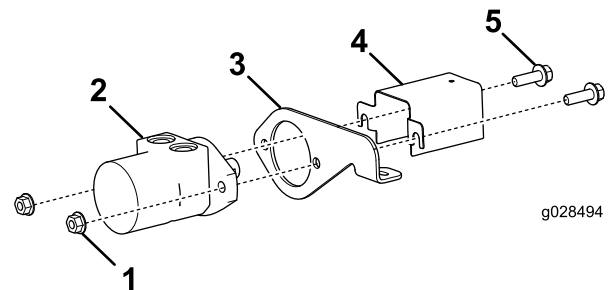

Figura 1
- Installate la protezione dell'albero e la staffa del motore sul motore idraulico con 2 bulloni a testa flangiata (1/2 x 1-1/2 poll.) e 2 dadi flangiati (1/2 poll.), come mostrato nella Figura 1.